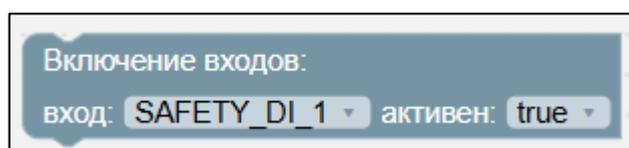

Рисунок II-31 – Блок «Включение входов»
4. Блок «Включение входов» (см. Рисунок II-31).